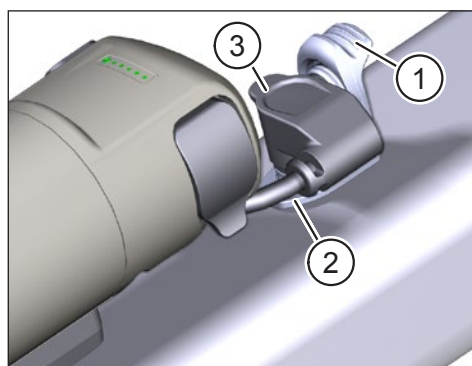

Fig. 8: Conecta el cable de conexión al puerto de carga
- ▶ Abra la tapa (Pos. 1 en Fig. 8) del puerto de carga (Pos. 2 en Fig. 8) en el cuadro de la e-bike.
- ▶ Alinee el enchufe (Pos. 3 en Fig. 8) del cable de conexión de manera que los códigos del enchufe y del puerto de carga coincidan.
- ▶ Introduzca el enchufe en el puerto de carga y asegure el enchufe con la tapa (Pos. 1 en Fig. 8).